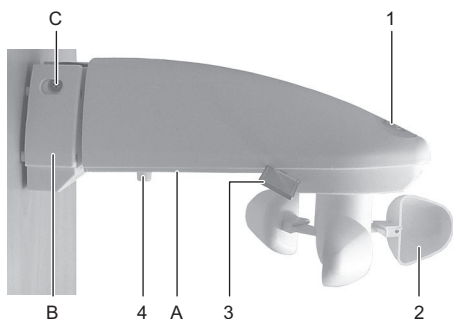

fig. 1 Station météo KNX 4720.MS
- Raccordez le câble 230 V à la borne 230 V (5).
- Bloquez la position avec la vis de fixation (C sur la fig. 1).